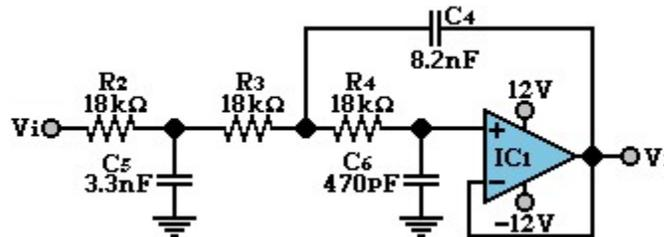
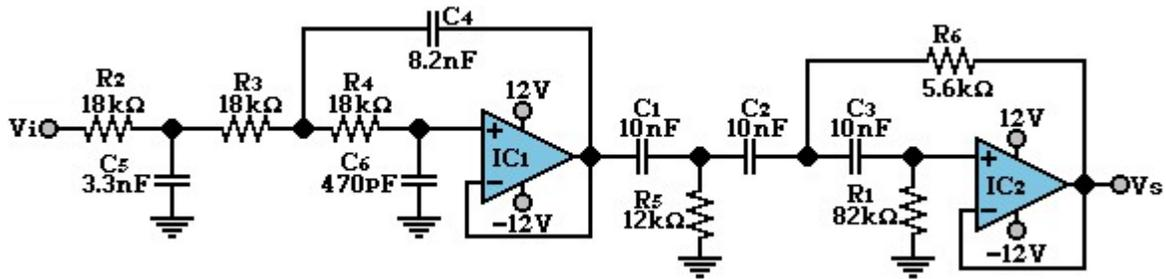

Figura 7.2
Figura 7.4
2. Realice el análisis teórico y calcule la frecuencia de corte de la figura 7.2 y 7.3, este deberá ser entregado al profesor del laboratorio al inicio de este.
4. Obtenga de manera gráfica el ancho de banda del circuito de la figura 7.4 con los datos del punto anterior.
1. Arme el circuito de la figura 7.2. Ajuste el generador de funciones con una señal senoidal de $5V_{pp}$ y una frecuencia de 500Hz (elimine el voltaje offset del generador de funciones).
4. **No desarme el circuito de la figura 7.2 lo utilizará en la figura 7.4.**
8. Con los circuitos de las figuras 7.2 y 7.3 arme el circuito de la figura 7.4